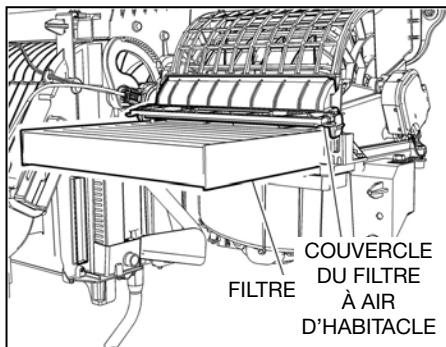

Fig. 25
3. Retirez le couvercle du filtre à air d'habitacle (*voir Fig. 25*).